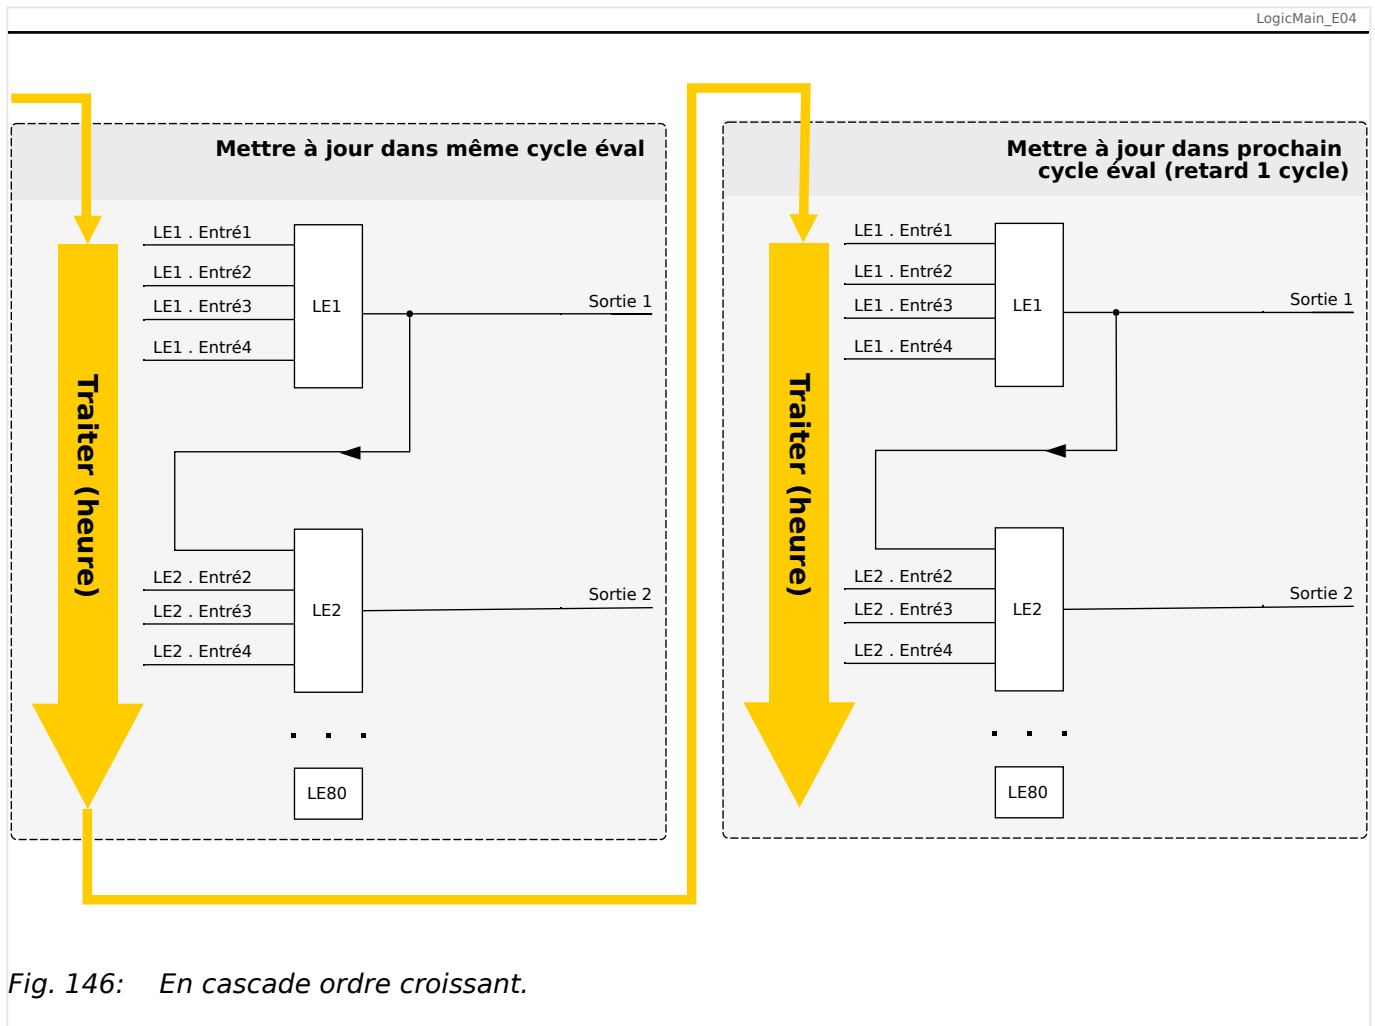
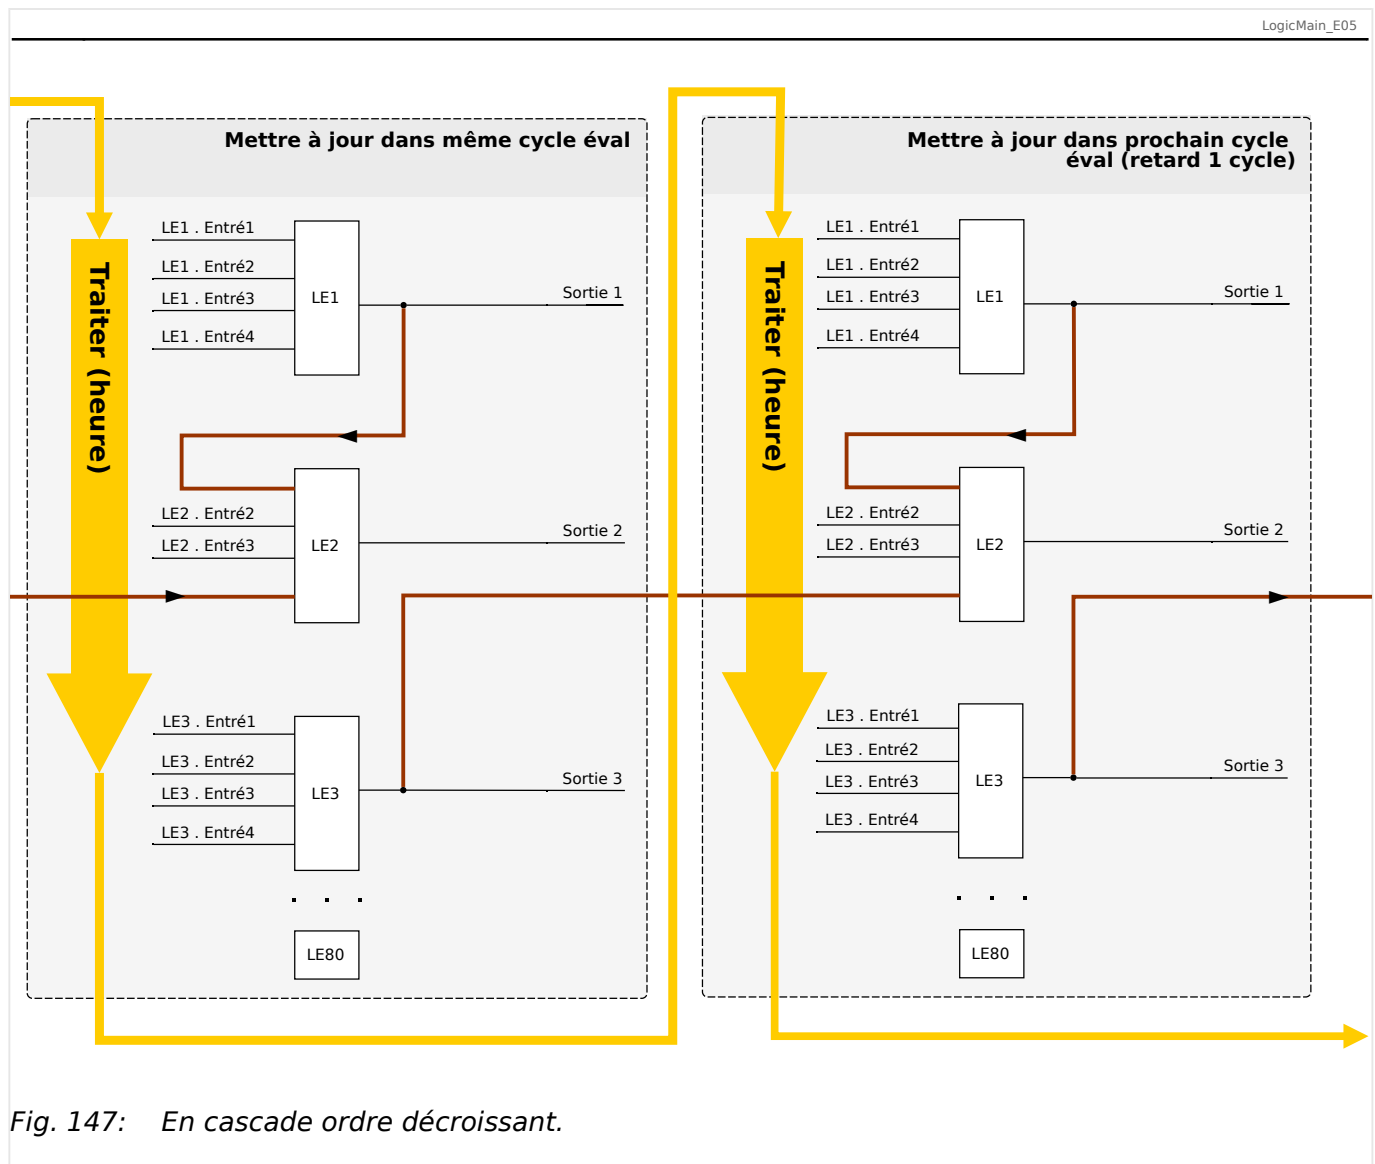

Fig. 146: En cascade ordre croissant.
Fig. 147: En cascade ordre décroissant.
- Dans une séquence **ascendante**, certaines sorties sont injectées en entrée dans une équation logique portant un numéro **plus élevé**. Par exemple, le schéma  Fig. 146 ci-dessous indique que le résultat de l'équation logique LE1 est utilisé en tant qu'entrée de l'équation logique LE2.
- Dans une séquence **descendante**, certaines sorties sont injectées en entrée dans une équation logique portant un numéro **plus bas**. Par exemple, le schéma  Fig. 147 indique que le résultat de l'équation logique LE3 est utilisé en tant qu'entrée de l'équation logique LE2.
Les séquences ascendantes et descendantes peuvent être utilisées et combinées les unes avec les autres, sans différence immédiate. Toutefois, en raison de l'évaluation de toutes les équations par ordre ascendant, les valeurs de temps de fonctionnement réelles qui sont injectées en entrée d'une équation auront un « âge » différent, comme on peut le voir dans  Fig. 146 et  Fig. 147 ci-dessous.
Dans l'exemple présenté dans Fig. 147 ci-dessus, l'équation logique « 2 » utilise les états de sortie de deux autres équations, les équations logiques « 1 » et « 3 ». Le résultat de l'équation logique « 1 » est utilisé dans l'ordre ascendant. Il a par conséquent été évalué au cours du même cycle de traitement. Le résultat de l'équation logique « 3 » est utilisé dans l'ordre descendant. Il a par conséquent été évalué au cours du cycle de traitement précédent.